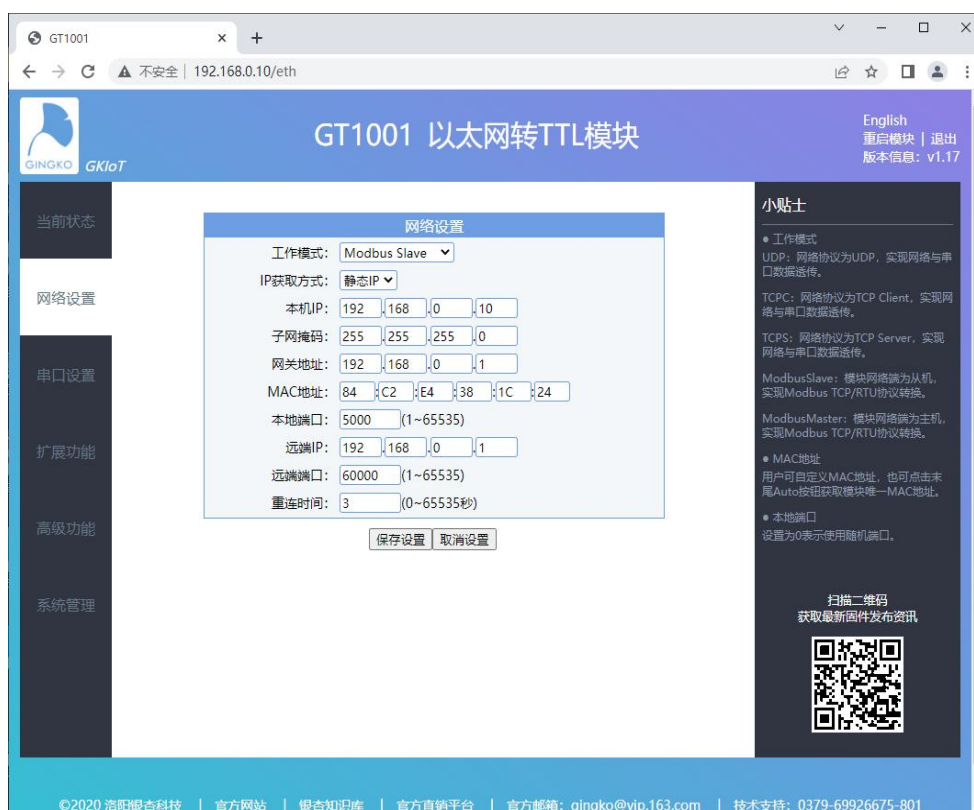

图 12-2 MODBUS TCP Slave 模式网络参数设置
- 2) 将工作模式设置为 MODBUS TCP Slave 模式，其他参数设置如图 12-2 所示；